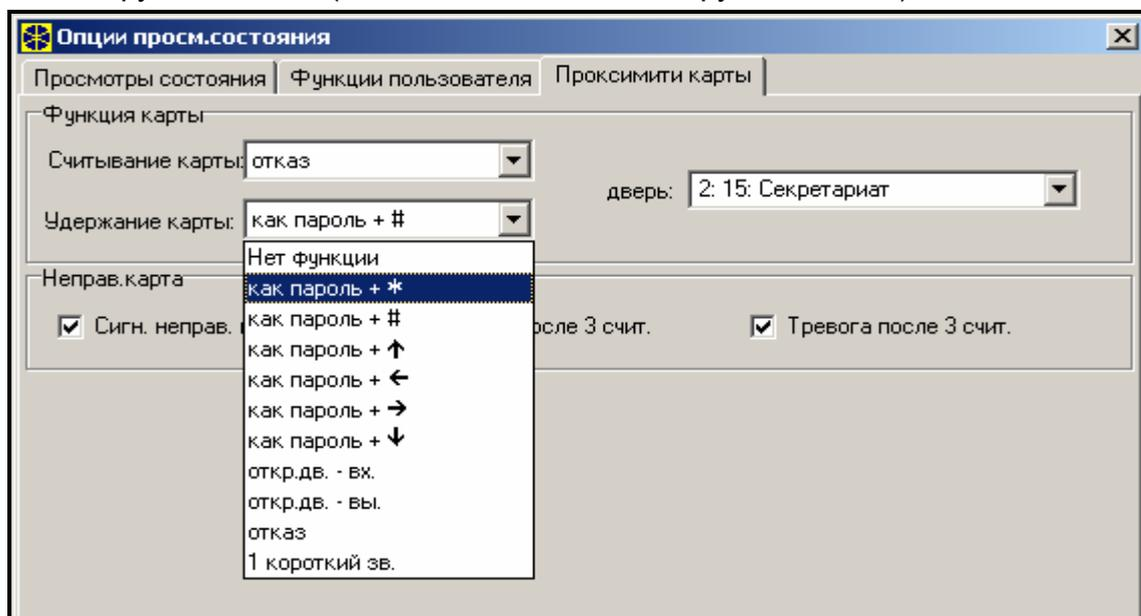

Рис. 15. Обслуживание бесконтактных карточек.
- 101. КАРТА В МОДУЛЕ** – выход, сигнализирующий считывание карты в выбранных модулях / клавиатурах. Может использоваться для ведения контроля доступа и управления дверью с клавиатуры. С этой целью следует указать клавиатуру, в которой считывание карточки активизирует выход, и группы из которых пользователи смогут открывать дверь. В установках клавиатуры следует указать выход ПКП как дверь (см. Рис. 15). Необходимо определить функцию открытия двери с целью поднесения или удержания карточки и выбрать, должно ли это регистрироваться в событиях как вход или выход.